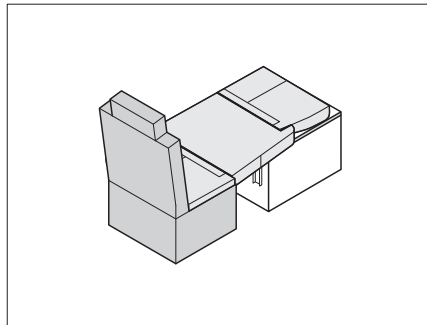

Bild 229 Sitzpolster positionieren
- Sitz- und Zusatzpolster wie in Bild 229 gezeigt auf den abgesenkten Tisch auflegen.